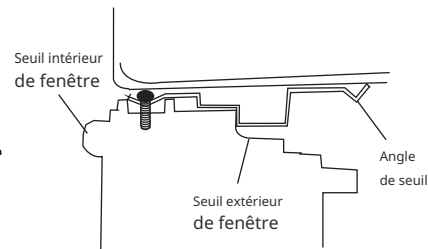

Fig.12
2. Placez l'armoire dans la fenêtre avec l'angle du rebord inférieur fermement assis sur le rebord de la fenêtre comme indiqué. Abaissez temporairement la fenêtre derrière l'angle supérieur pour maintenir l'armoire en place (Fig.12).
Étape 2. Marquez une ligne sur le panneau d'isolation R1 fourni selon une longueur de $1/8$ " (3 mm) de moins que la largeur mesurée à l'étape 1, puis coupez le panneau d'isolation R1 le long de la ligne (Fig. 12).